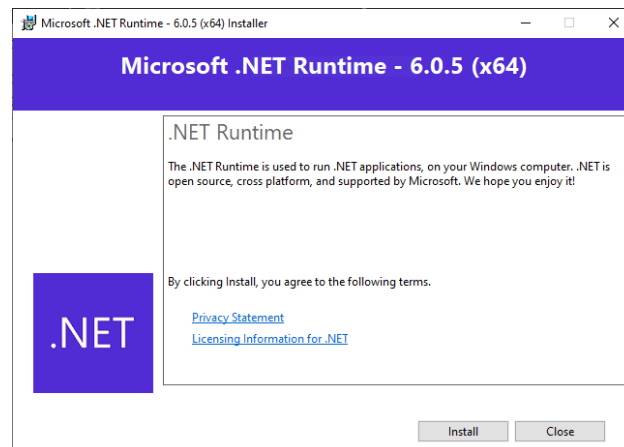
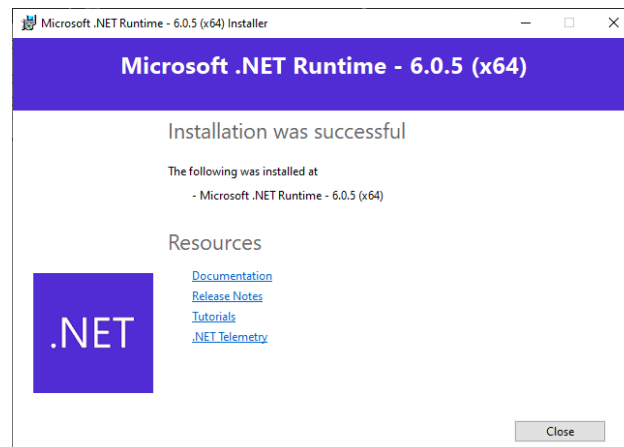

Figure 26: Finestra di installazione del runtime .NET.
Figure 27: Finestra di installazione riuscita del runtime .NET.
6. (Facoltativo) Se è necessario installare il runtime .NET, fare clic su *Installa* nella finestra di installazione del runtime .NET (Fig.26). In caso di installazione riuscita, verrà visualizzata la finestra mostrata in Fig.27.